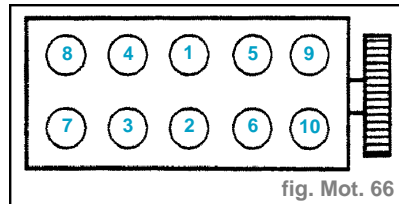

fig. Mot. 66
- Effectuer le serrage de la culasse (fig. Mot. 66).